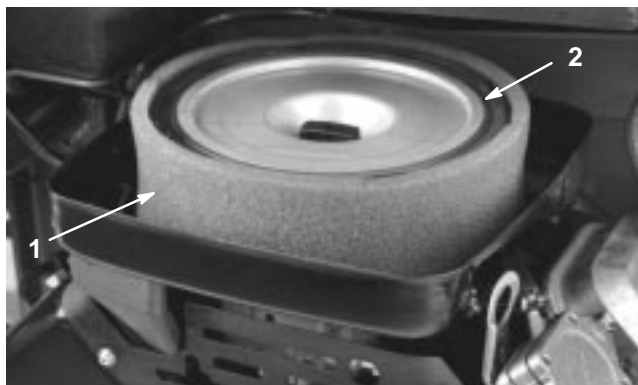

Bild 43
3. Entfernen Sie den Schaumeinsatz, wenn dieser verschmutzt ist, vorsichtig vom Papiereinsatz (Bild 43). Reinigen Sie ihn gründlich.